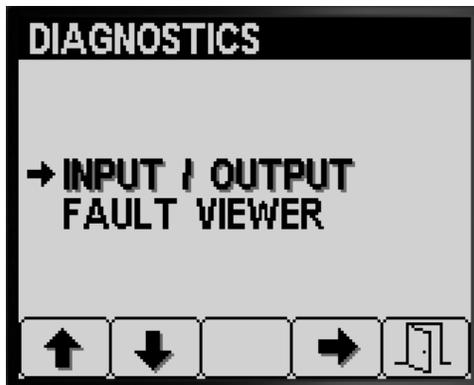

图 84
- 在 Diagnostics 诊断屏幕上按 1 号或 2 号按钮直至到达 INPUT/OUTPUT 输入/输出选项图 84。
- 按 3 号按钮可选择 INPUT/OUTPUT 输入/输出条目图 84。
- 按 5 号按钮退出 INPUT/OUTPUT 输入/输出屏幕然后返回至 DIAGNOSTIC 诊断屏幕图 84。